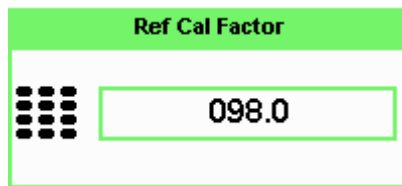

図 7-3 Reference Calibration Factor ポップアップ・ウィンドウ
- 4 設定を変更するには、チャンネルの **REF CF** を押します。基準校正係数ポップアップ・ウィンドウが表示されます（図 7-3 を参照）。テンキーを使って、**Ref Cal Factor** ポップアップ・メニューで必要な値を入力します。